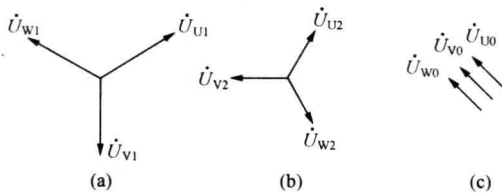

图 1-3 相量分解图
(1) 正序分量。正序分量三相大小相等，相位关系和正常的三相交流电一样，即三相对称、角度相差 120° ，相序也与系统正常时相同，相量为逆时针旋转，如图 1-3 (a) 所示。
(2) 负序分量。负序分量三相的大小相等，三相之间对称、角度相差 120° ，与系统正常运行时的相序相反，相量为顺时针旋转，如图 1-3 (b) 所示。
(3) 零序分量。零序分量三相的大小和方向都相同，如图 1-3 (c) 所示。
(4) 合成相量。由正序分量、负序分量、零序分量 3 个对称量合成的量就是 1 个不对称三相电路的实际相量图。